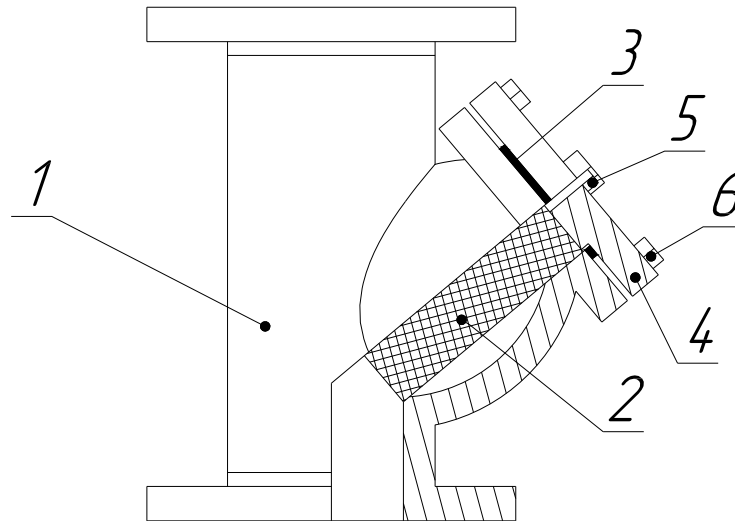

Рисунок 13. Фильтр грязевой
- 2 Отвинтить болты 6 на крышке 4 и снять крышку 4 с корпуса 1 (см. Рисунок 13).